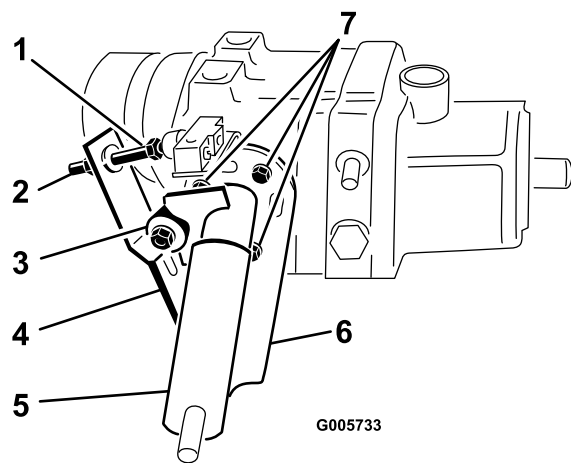

Bild 70
1. Stellen Sie die Maschine auf einer ebenen Fläche ab und stellen Sie den Motor ab. Aktivieren Sie die Feststellbremse, kippen Sie den Sitz nach vorne und betätigen Sie den Pumphebel (Bild 70), um sicherzustellen, dass die Pumpe richtig positioniert ist und ungehindert funktioniert. Korrigieren Sie etwaige Abweichungen.
6. Da sich das Rad dreht, muss die Pumpenplatte eingestellt werden. Stellen Sie vor dem Einstellen der Pumpenplatte den Gasbedienungshebel auf Langsam. Wenn sich das Rad nach vorne dreht, lösen Sie die Kopfschrauben und bewegen die Unterseite der Pumpenplatte ein wenig nach links (Bild 70). Wenn sich das Rad jedoch nach hinten dreht, bewegen Sie die Pumpenplatte nach rechts (Bild 70). Wenn sich das Rad nicht mehr dreht, ziehen Sie die Kopfschrauben an, mit denen die Pumpenplatte gegen die Seite des Getriebes gedrückt wird, Prüfen Sie die Einstellung mit dem Gasbedienungshebel auf Langsam und auf Schnell.
- Das Kugellager ist nicht ordnungsgemäß befestigt oder abgenutzt (Bild 70).
- Laubfedern sind zu schwach oder beschädigt (Bild 70). Tauschen Sie sie aus.
2. Betätigen Sie den Pumphebel (Bild 70), um sicherzustellen, dass alle Teile ordnungsgemäß funktionieren und richtig positioniert sind.
3. Lösen Sie dann die Klemmmutter. Drehen Sie die Einstellschraube für den Schalter (Bild 70) bis ein Abstand zwischen dem Schraubenkopf und der Schaltertaste besteht.